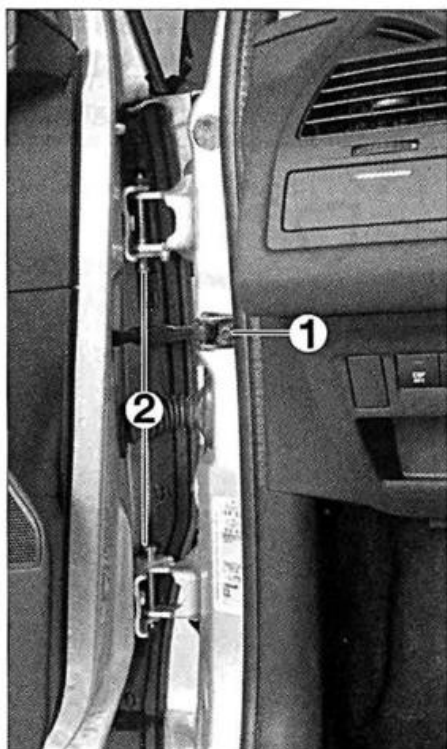

FIG. 45
- Desmontar el tornillo de fijación (1) (fig. 45) del tirante de puerta.